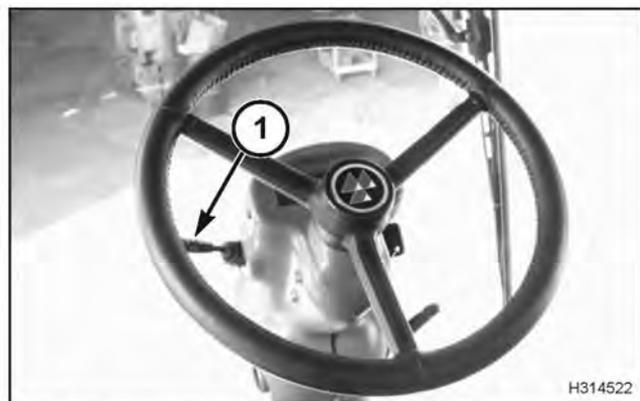

FIG. 16
FIG. 16: Interruptor de sentido de giro (1): moviendo la palanca hacia delante o hacia atrás se activará la luz de giro a la derecha o izquierda respectivamente.